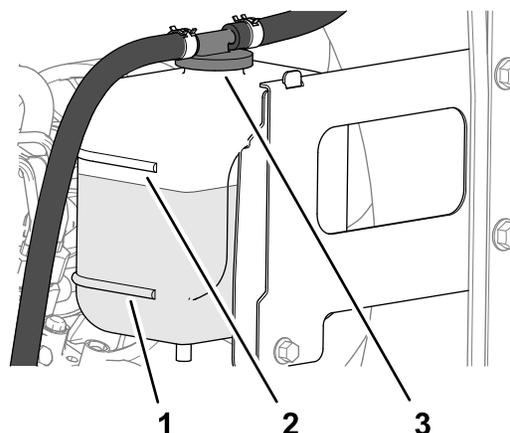

Figure 103
3. Vérifiez le niveau du liquide de refroidissement dans le vase d'expansion (Figure 103).